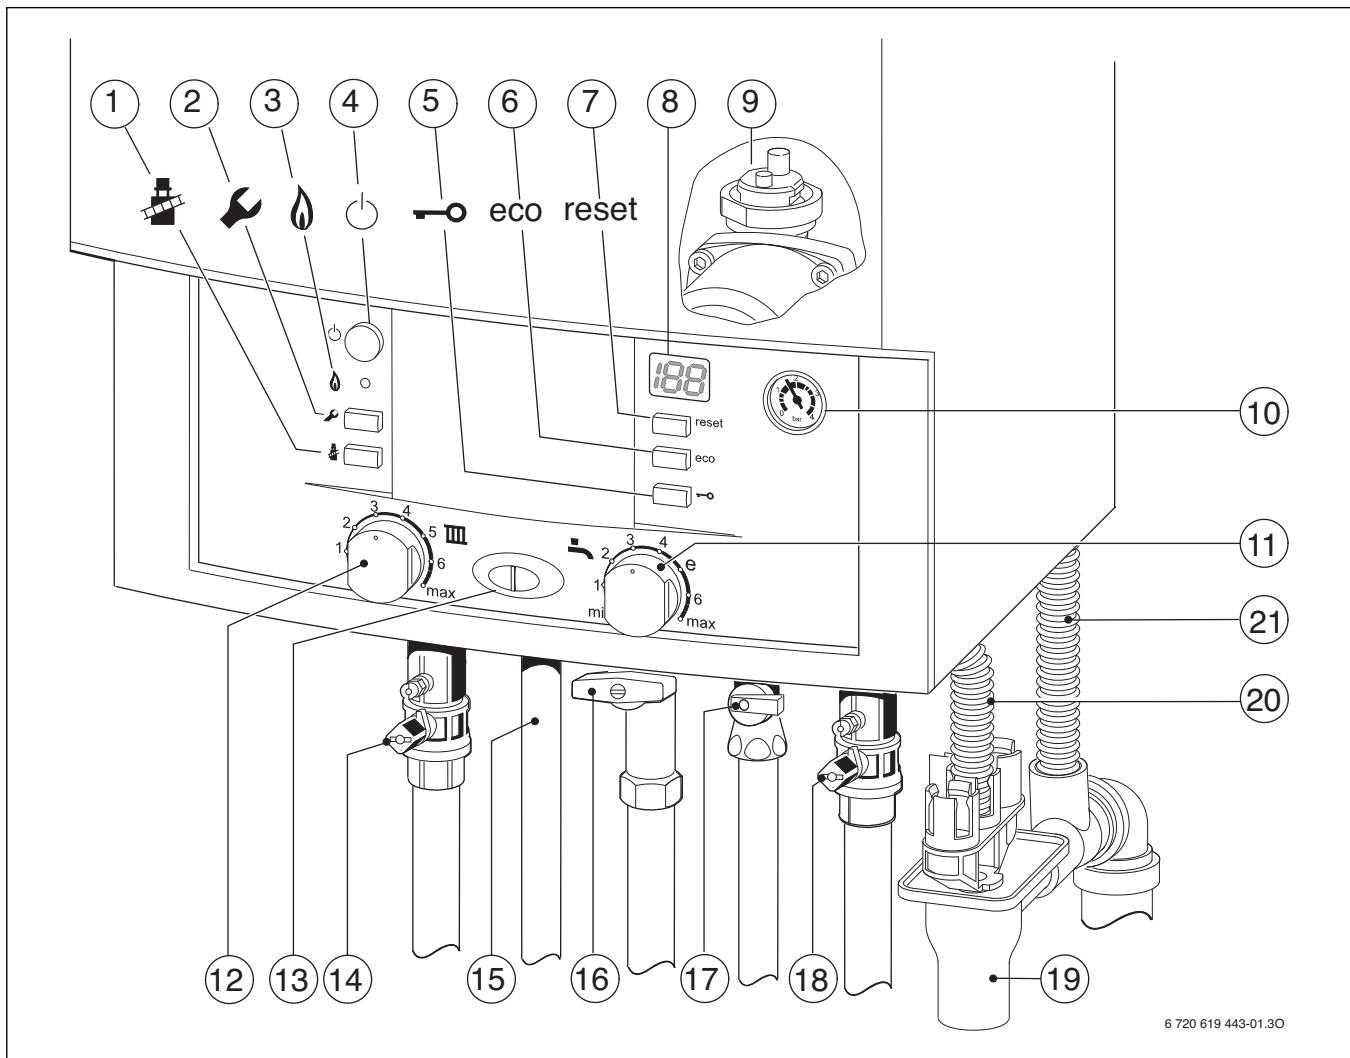

Рис. 37
- Открыть краны подающей и обратной линий (14 и 18, рис. 37), заполнить систему отопления до давления 1 - 2 бара, закрыть кран для заполнения.